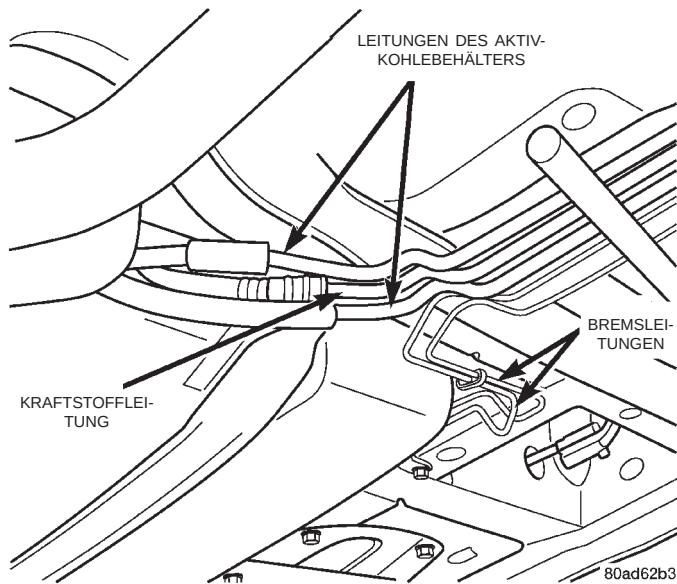

Abb. 28 Kraftstoffleitungen und Leitungen des Aktivkohlebehälters
- (9) Die Kraftstoffleitungen und die Leitungen des Aktivkohlebehälters demontieren (Abb. 28).
- (10) Einen Getriebeheber unter den Kraftstoffbehälter stellen.
- (11) Die Schrauben der Haltebügel des Kraftstoffbehälters herausdrehen, auf der Beifahrerseite zuerst.
- (12) Den Kraftstoffbehälter absenken und die Absaugleitung und die Entlüftungsleitung abziehen.